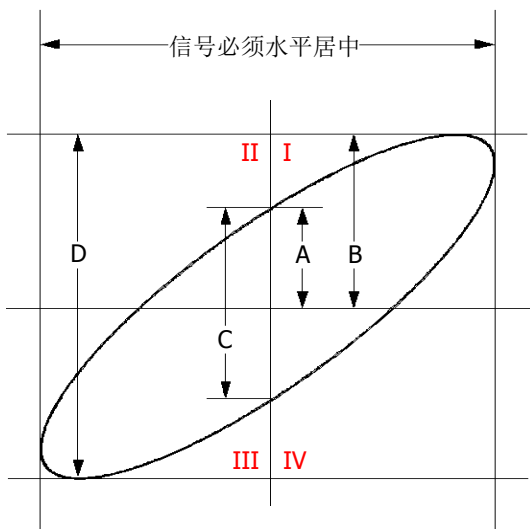

图 4-1 相位差的测量原理图
4. 观察上图的测量结果，并根据相位差测量原理图（图 4-1）可得 $A/B(C/D)=1$ ，即两个通道输入信号的相差角为 $\theta = \pm \arcsin 1 = 90^\circ$ 。